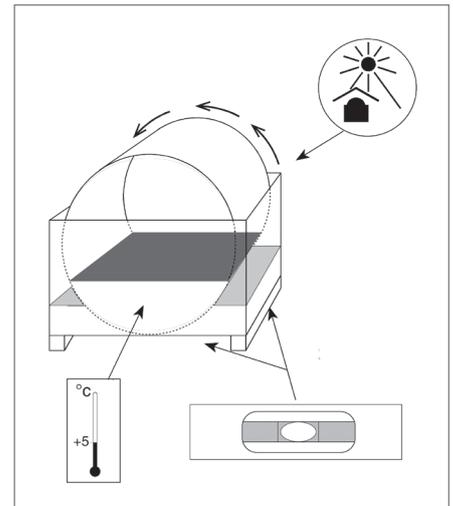

Figure 4.4 Installation du filtre
- ▶ Le filtre doit être horizontal dans les deux directions (voir figure 4.4).